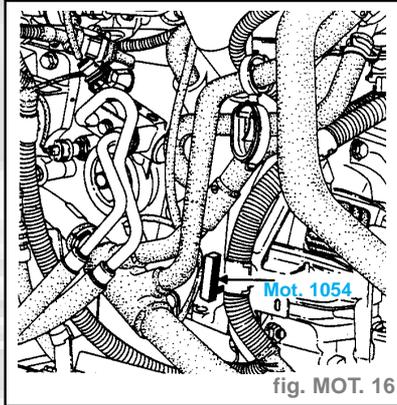

fig. MOT. 16
- Mettre en place la pige de PMH, **Mot. 1054** (fig. MOT. 16).